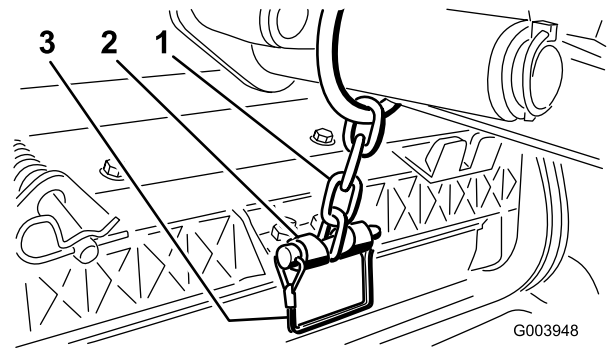

Bild 19
13. Befestigen Sie die Hubarmkette mit dem Einraststift an der Kettenhalterung (Bild 19). Verwenden Sie die Anzahl der Kettenglieder, die in der *Bedienungsanleitung* des Mähwerks beschrieben ist.